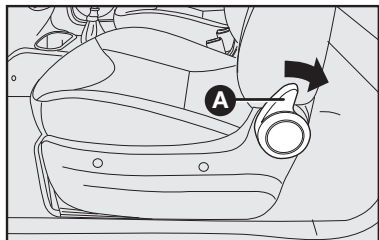

fig. 11
## ACESSO AO BANCO TRASEIRO PELO LADO DO MOTORISTA (VERSÕES CABINE DUPLA) – fig. 11
- gire a manopla **A**–fig. 11 no sentido do banco traseiro, o encosto destravar-se-á, sendo projetado para frente.
- o banco retornará à posição longitudinal regulada anteriormente, porém o ângulo do encosto deverá ser reajustado através da manopla **A**–fig. 11 de rebatimento do encosto.